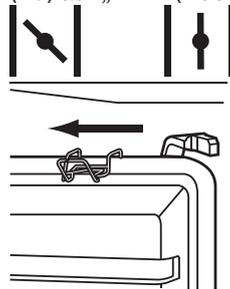

Abb. 13
2. Stellen Sie den Ein-/Ausschalter (11) auf „EIN“ (ein).
3. Stellen Sie den Choke-Hebel (16) auf „“ (Abb. 13).